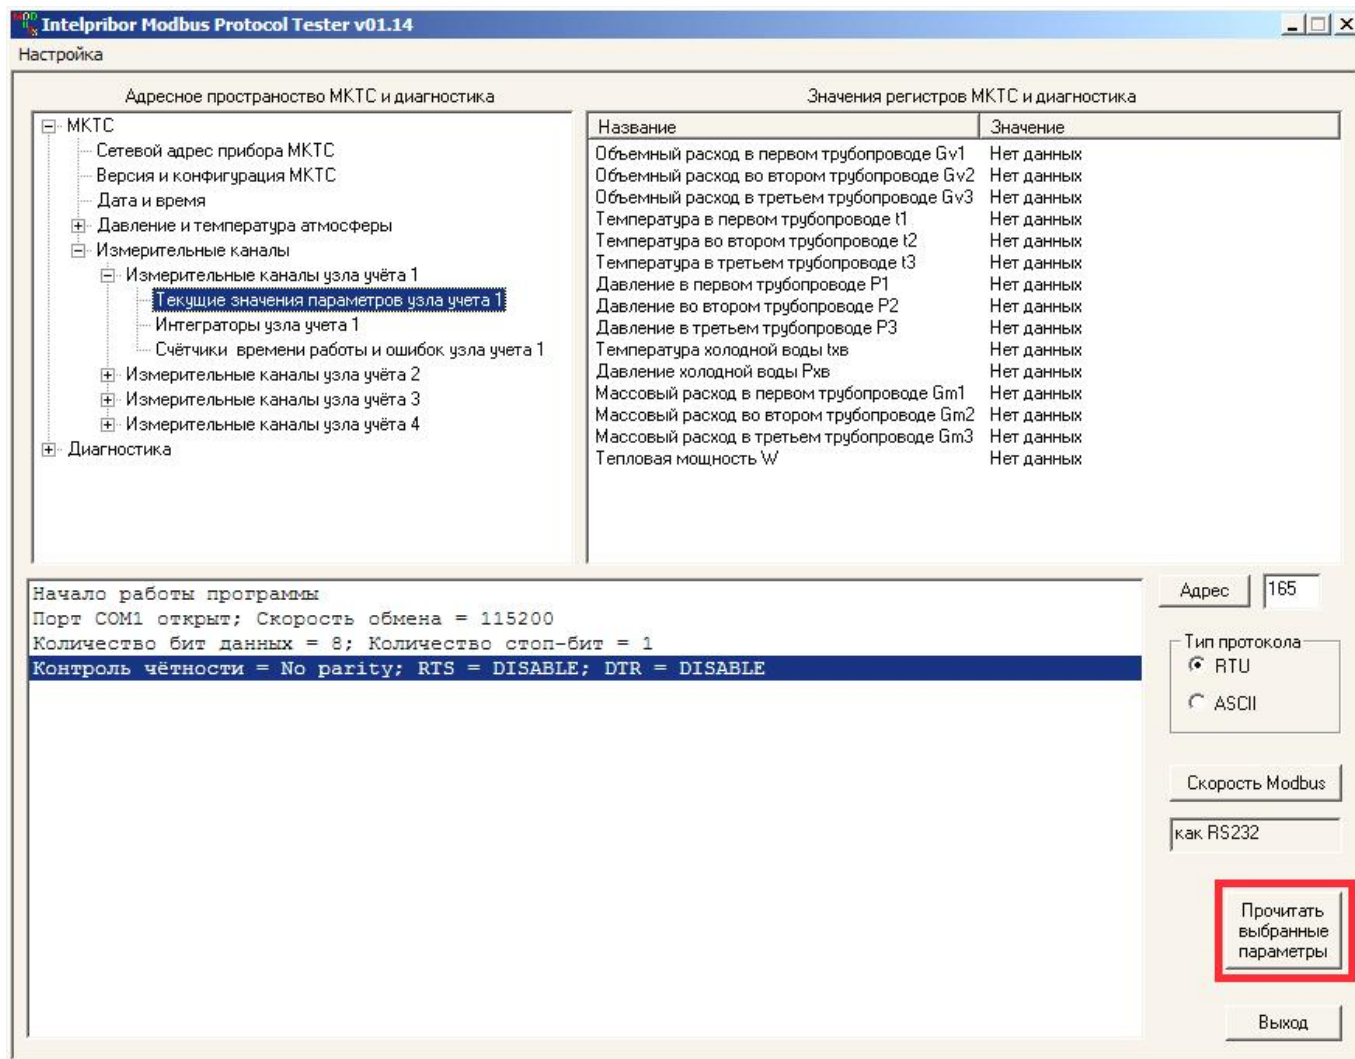

Рисунок 4.11 Выбор области памяти МКТС для просмотра.
- нажать на кнопку «Прочитать выбранные параметры» или щёлкнуть правой кнопкой мышки по любому пункту списка *Значения регистров МКТС и диагностика* (см. Рисунок 4.11);